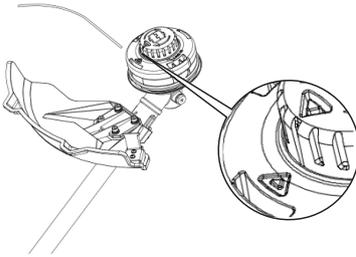

Рис. 19
- Совместите стрелку на верхней крышке со стрелкой на картридже катушки (Рис. 19).
- Вставьте леску в ушко, отмеченное «LINE IN» на катушке (Рис. 19).